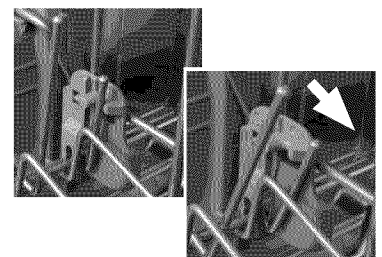

Figure 4
2. Saisir le haut du panier au-dessus des poignées de réglage de hauteur automatique et tirer vers le haut, figure 4, jusqu'à ce que les poignées se verrouillent en place (il n'est pas nécessaire de presser les poignées pour lever le panier).